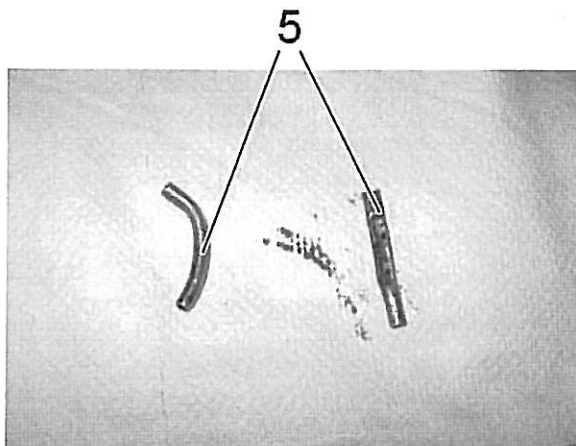

Bild 3 / Fig. 3
2. Das abgelassene Motoröl nach abgebrochenen Kolbenkühl Düsen durchsuchen. Siehe Bild 3.
8. Durch die Öffnung mit einem flexiblen Magneten nach abgebrochenen Kolbenkühl Düsen suchen. Siehe Bild 3.
2. *Check the drained engine oil for broken piston cooling nozzles. See Fig. 3.*
8. Search for broken piston cooling nozzles through the opening using a flexible magnet. See Fig. 3.